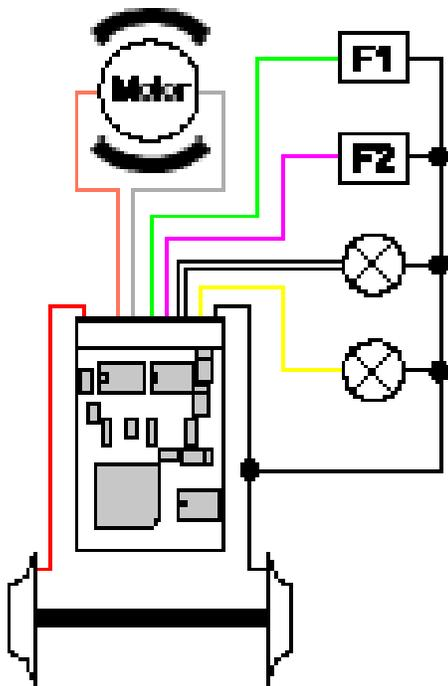
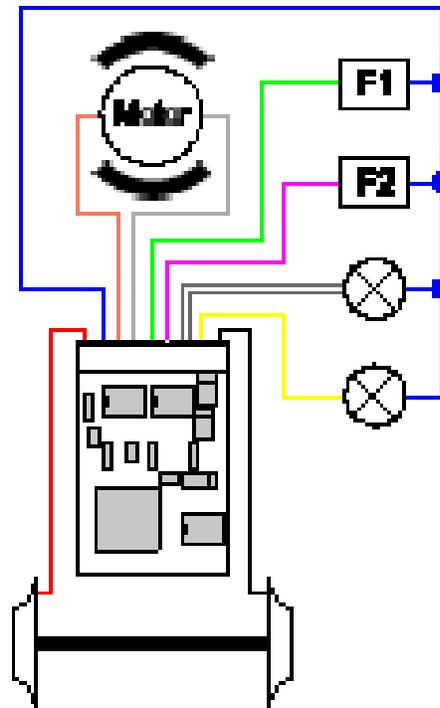

Figura 1: Alambrado del LE110 usando una masa común a la vía
Figura 2: Alambrado del LE110 usando una masa flotante.
Hay dos opciones de instalación eléctrica para instalar el LE110, dependiendo de cómo se haya construido la locomotora. Las funciones del faro de locomotora direccionales podrían conectarse con su masa al voltaje de la vía así descrito en Figura 1, o, usar la masa de las salidas de función así descrito en la figura 2. También es posible una mezcla de ambas opciones.
Si las bombillas para los faros de locomotora direccionales están flotando (aisladas de los frotadores de las ruedas y del chasis) e hizo la conexión de la figura 2, brillarán con más intensidad comparando con la opción mostrada en la figurar 1. Además, los faros de locomotora direccionales funcionarán también operando en los diseños de corriente continua (DC) convencionales.
Si las funciones auxiliares y/o bombillas están aisladas, conecte el cable azul a su entrada de masa como se muestra en la figura 2. Ahora Vd. ya está preparado para programar la dirección de la locomotora y comenzar el test de rodadura.